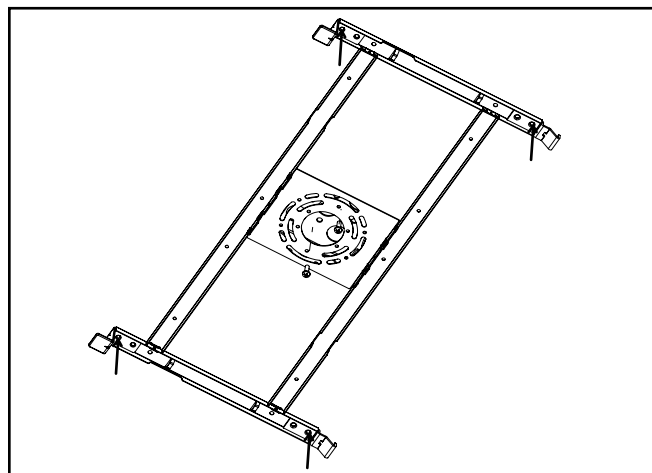

Figura 2.
- Monte los pernos acodados en el soporte de montaje en las ubicaciones que se indican en la Figura 2. Introduzca los pernos acodados en los orificios y, a continuación, fije el soporte al techo apretando los pernos. Vuelva a colocar los tornillos de la caja de conexiones.